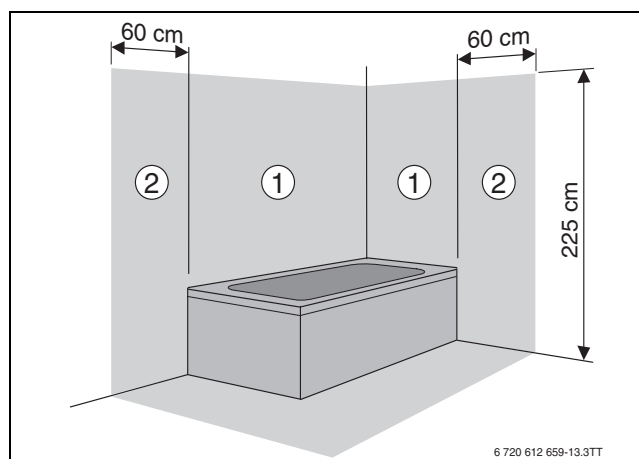

Fig. 19
- Dans les zones de protection 1 et 2 (-> fig. 19):